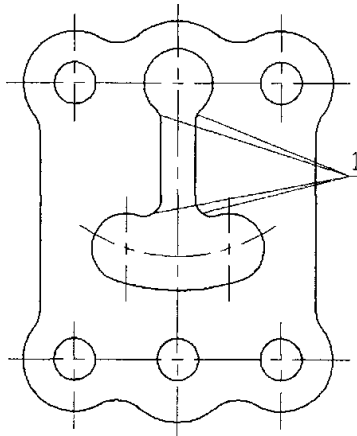

Рисунок 1.8
Командою FILLET з радіусом R5 виконуємо спряження (1) внутрішнього контуру (рис. 1.8).